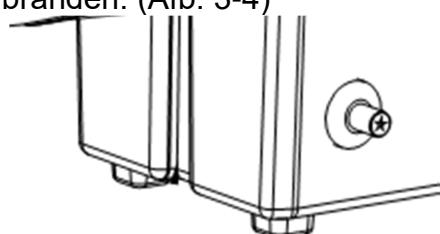

Afb.2
- e. Draai de stroomschakelaar in stand "I" en controleer of de ventilator correct begint te werken. (Afb. 2)